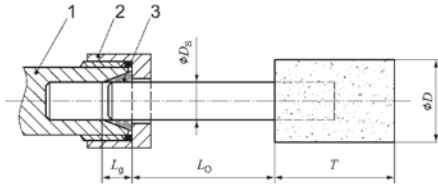

Bild 1: Einspannlänge von Spannfutter und Spannzange
- Achten Sie darauf, dass zu beachten ist, dass die zulässige Drehzahl bei Kleinschleifkörpern aufgrund der Erhöhung der Länge des Schaftes zwischen dem Spannanzugende und dem Kleinschleifkörper herabgesetzt werden muss (Überhang). Das Einhalten der minimalen Einspannlänge von 10 mm ist sicherzustellen. (Siehe Bild 1 und die Empfehlungen des Herstellers von Kleinschleifkörpern).